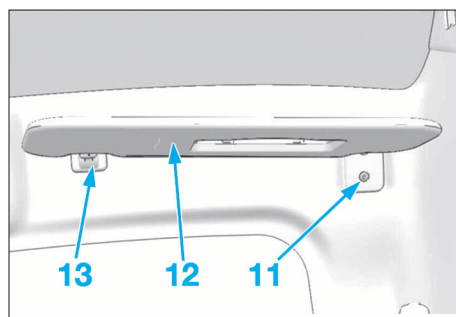

FIG. 96
- Déposer les vis de fixation (11) et (13), puis déposer le pare-soleil (13) (Fig.96).